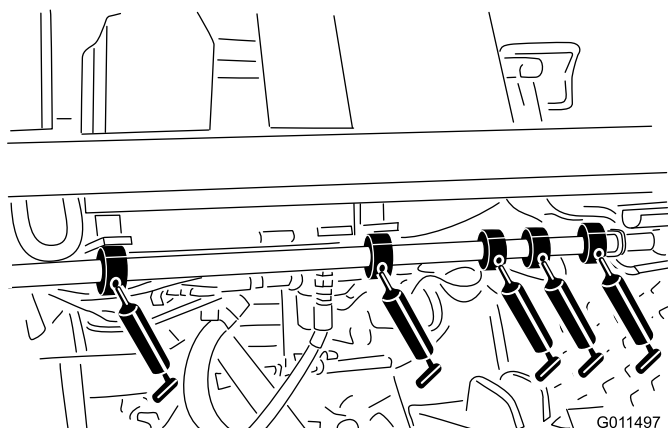

Figure 37
- Roulements d'axes de pivots de freins (5) (Figure 37)